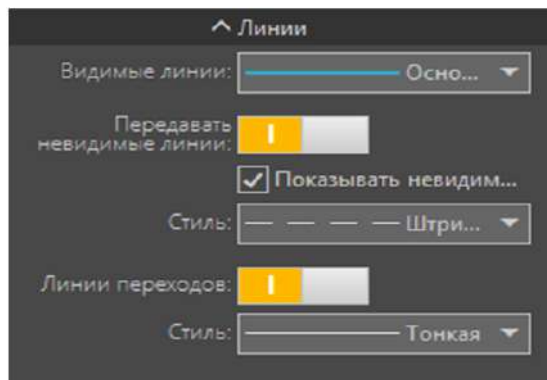

Рисунок 11 — Линии переходов
- Линии переходов (рисунок 11)